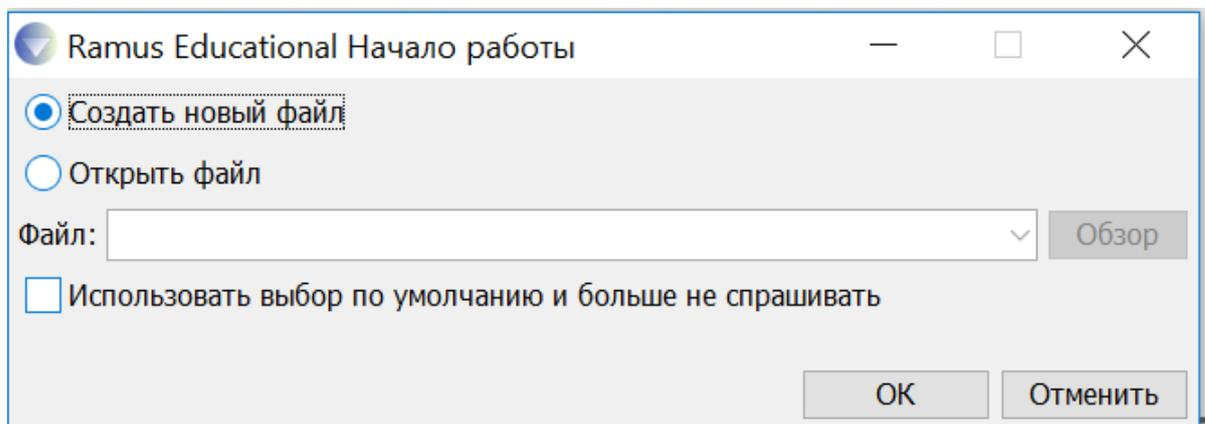

Рисунок 1 — Диалоговое окно начала работы Ramus
1. После запуска программы на экране появится окно начала работ (см. Рисунок 1) Выберите опцию "**Создать новый файл**" и нажмите "**ОК**".